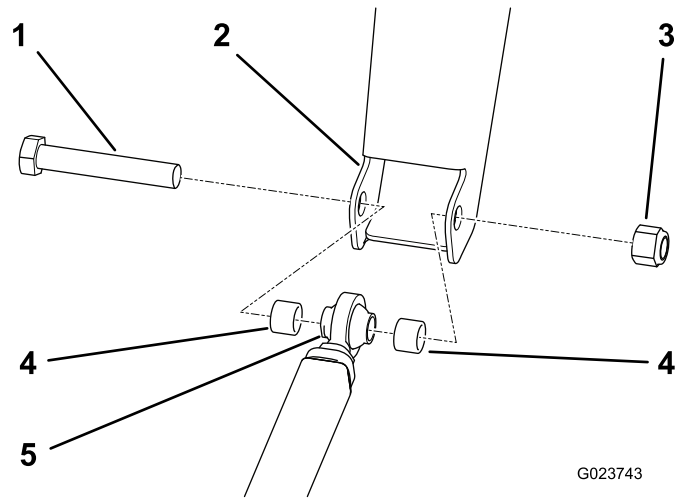

図 15
1. 牽引バーのロッド端部フレームヒッチに合わせる 図 15。